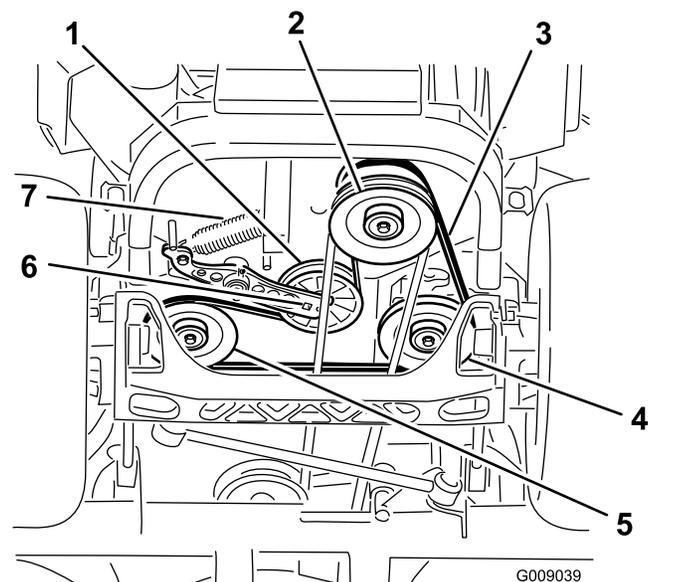

Рисунок 97
4. Поднимите машину и установите ее на подъемные опоры (Рисунок 97).
5. Вставьте ключ с храповым механизмом в квадратное отверстие в рычаге натяжного ролика, чтобы снять пружину натяжного ролика (Рисунок 97).
6. Снимите пружину натяжного ролика с рамы (Рисунок 97).
9. Вставив ключ с храповым механизмом в квадратное отверстие в рычаге натяжного ролика, установите пружину натяжного ролика на раму (Рисунок 97).